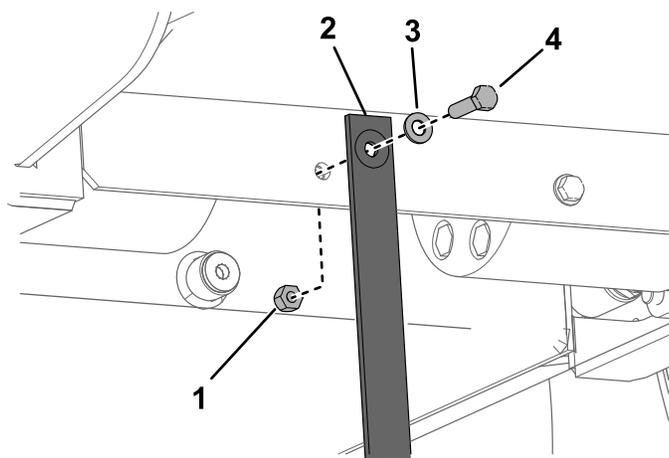

Рисунок 32
3. Под платформой замените антистатическую ленту, как показано на Рисунок 32.